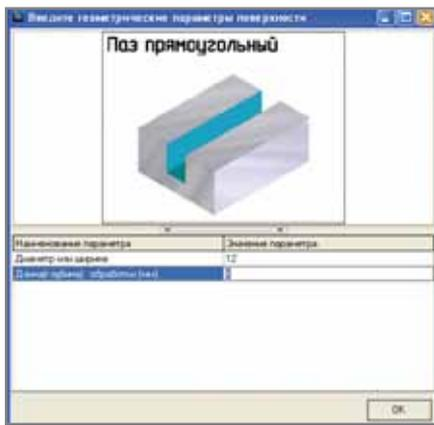

Рис. 6. Уточнение параметров обрабатываемой поверхности
Далее необходимо уточнить параметры обрабатываемой поверхности. Например, для цилиндра это будут диаметр и длина, для сквозного отверстия – диаметр, для глухого – диаметр и глубина и т.д. В приведенном примере (рис. 6) выполняется фрезерование прямоугольного паза – соответственно, конкретизируются ширина и глубина. Эти параметры нужны как для формирования текста технологического перехода, так и для выбора инструмента.
- Выбрав тип обрабатываемой поверхности, технолог уточняет ее параметры (рис. 6). Здесь также нет никаких ограничений ни на то, какие именно параметры для какой поверхности использовать, ни на то, как они влияют на выбор инструмента. Всё достаточно просто настроить и модифицировать обычными средствами TechnologiCS.